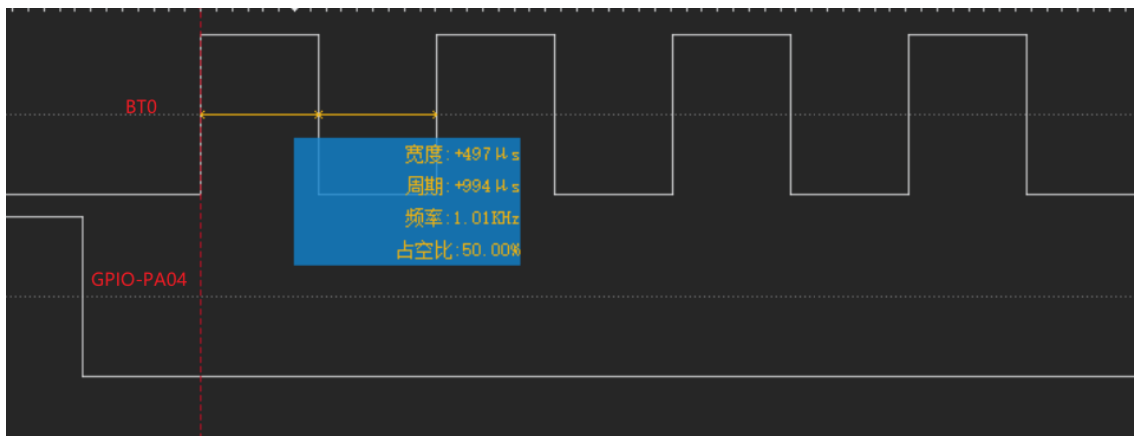
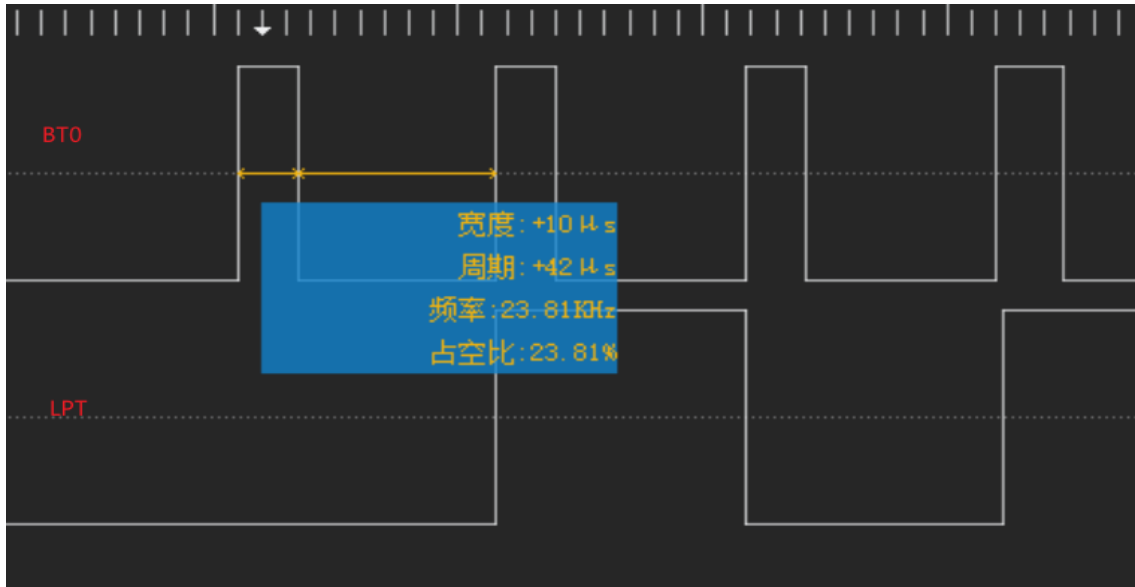

图 3.3.1 BT 输出波形
图 3.4.1 LPT 输出波形
3. 通过示波器或逻辑分析仪可验证如图 3.3.1 图 3.4.1 输出波形